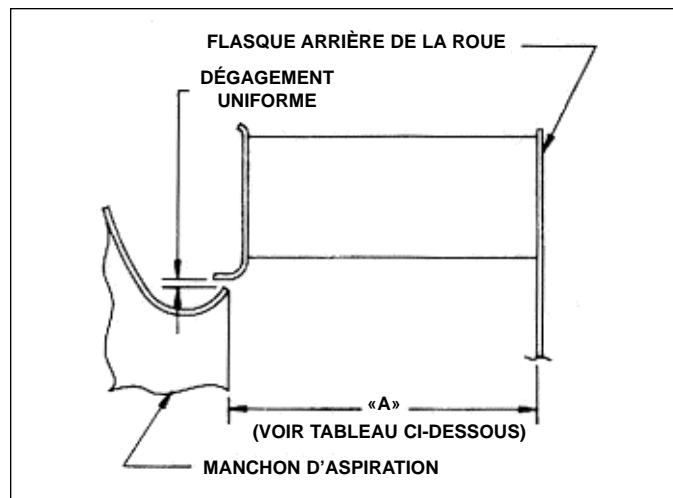

Figure 3
6. Lors de l'installation d'une nouvelle roue ou d'un manchon d'aspiration sur un ventilateur tubulaire AcoustaFoil, le jeu initial entre la roue et le manchon doit être maintenu (voir la Figure 3 pour les dimensions correctes avec des roues pleine-largeur).